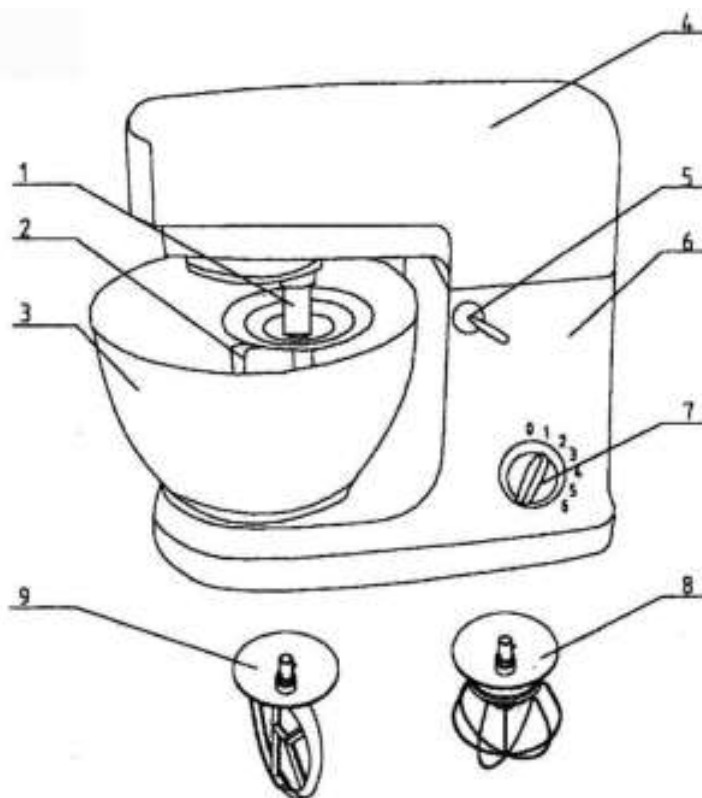

Рис.1. Основные узлы оборудования
1. Поверните фиксатор откидной рабочей головки (5, рис.1) по часовой стрелке и, удерживая его в этом положении, откиньте рабочую головку назад. Отпустите фиксатор. Рабочая головка зафиксирована в верхнем положении.
7. Поверните переключатель скоростей (7, рис.1) в положение, соответствующее нужной скорости.